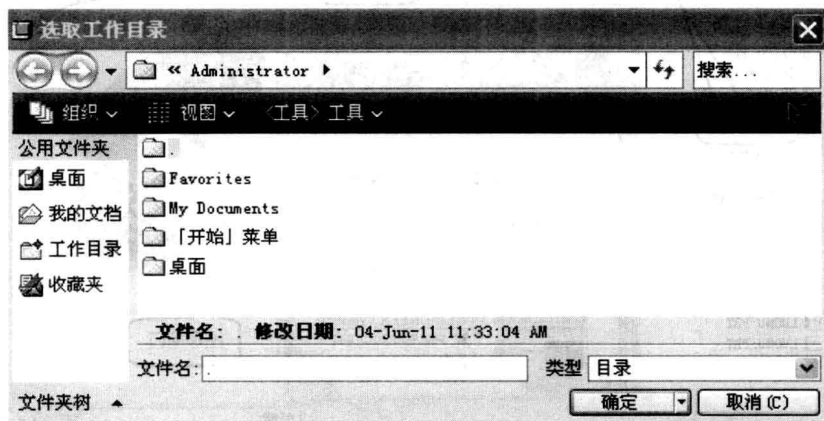

图 1-2 【选取工作目录】对话框
- (1) 点击菜单【文件】→【设置工作目录】，弹出【选取工作目录】对话框。
- (2) 在图 1-2 所示的【选取工作目录】对话框中，选择工作目录。
- (3) 点击“**确定**”按钮。